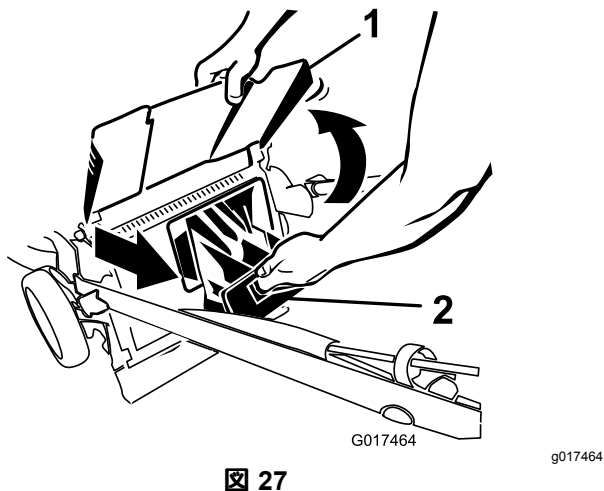

図 27
2. 排出ドアを上を開く 図 27。
3. 後方排出プラグを取り出す 図 27。